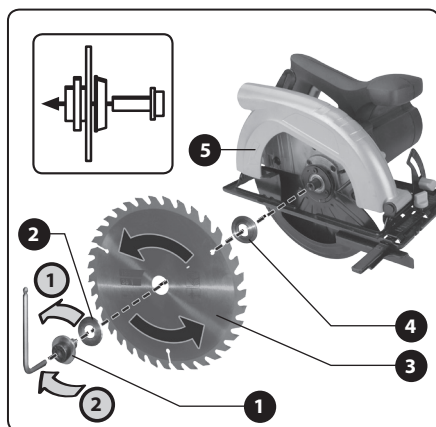

Abb. 2
3. Halten Sie die Arretiertaste gedrückt und schrauben Sie gleichzeitig mit einem Imbusschlüssel die Spannschraube mit Unterlegscheibe in Pfeilrichtung „1“ heraus (Abb. 2, Pos. 1) und entnehmen Sie die Schraube.
4. Schwenken Sie die untere Haube des Sägeblattes auf die Seite (Abb. 1, Pos. 10) und setzen Sie das Sägeblatt so auf die Mitnehmer-Unterlegscheibe (Abb. 2, Pos. 4), dass die Orientierung der Zähne des Sägeblattes der Orientierung des Pfeils an der oberen Haube des Sägeblattes entspricht (Abb. 2, Pos. 5), siehe Abb. 2.
5. Sichern Sie anschliessend das Sägeblatt durch festes Anziehen der Spannschraube mit Unterlegscheibe (Abb. 2, Pos. 1 und 2) in Pfeilrichtung „2“.